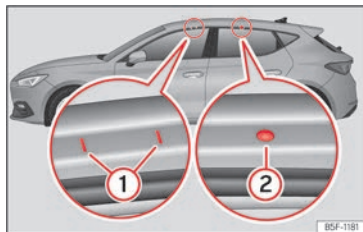

Abb. 211 Befestigungspunkte der Querstangen für den Dachgepäckträger (Leon).
Gültig für Leon: Die vorderen und hinteren Befestigungspunkte (1) und (2) sind nur bei geöffneten Türen sichtbar »» (Abb. 211).